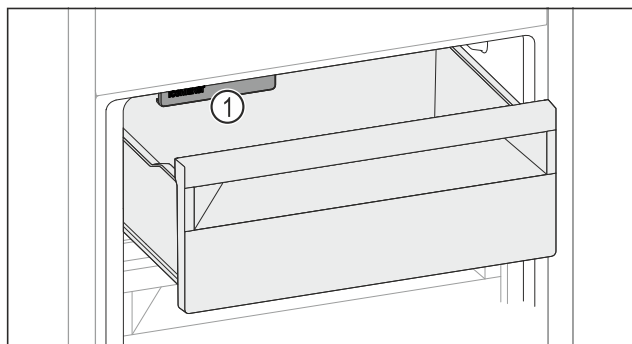

Fig. 130
- ▶ 请考虑 IceMaker Fig. 130 (1)。